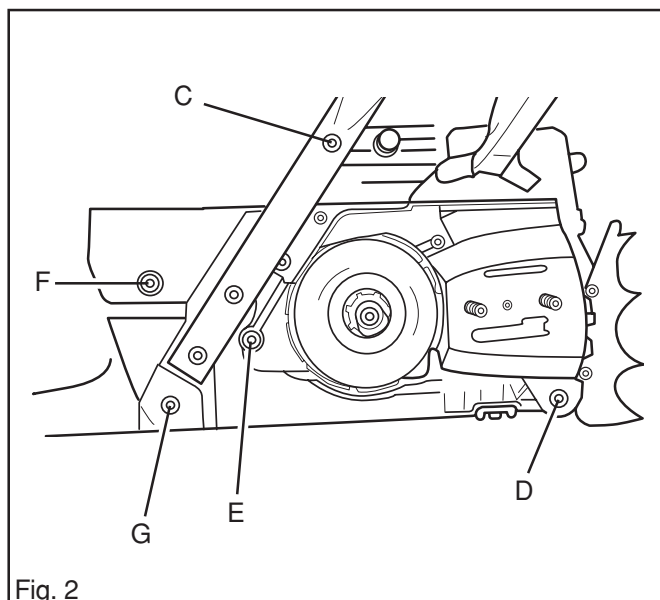

Fig. 2
4. Démontez le tuyau de carburant (B) du carburateur.
5. Si la tronçonneuse est équipée de poignées chauffantes, débrancher le câble au point C. Voir la fig. 2.
6. Retirer les vis (C, D, E et F). Voir la fig. 2.
9. Si la protection du réservoir (contre les sauts/ruptures de chaîne) (G) est endommagée, la remplacer. Voir la fig. 2.
10. Si nécessaire, retirer le tuyau de carburant et enlever le filtre à carburant. Utiliser l'outil 502 50 83-01, voir la pos. 17, p. 9.